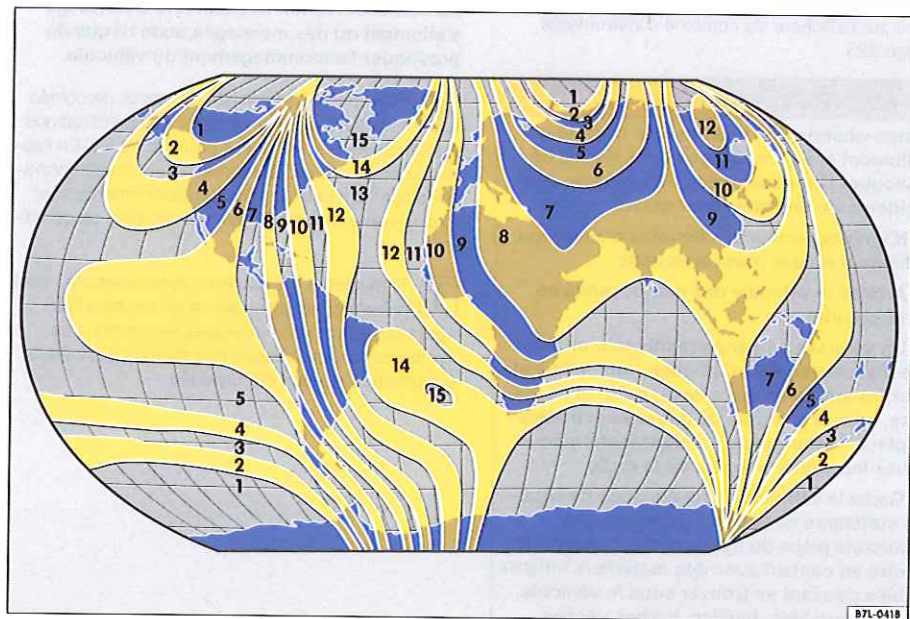

Fig. 14 Zones de la boussole.
- Sélectionnez la zone de boussole en fonction de votre position actuelle \Rightarrow fig. 14.